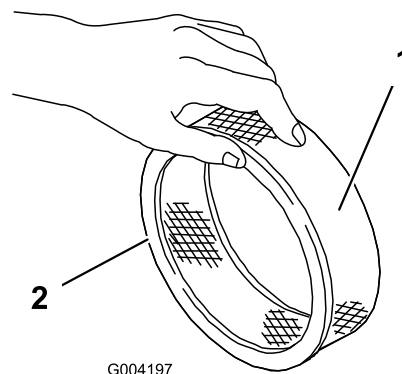

Figure 19
5. Vérifiez que l'élément en papier n'est pas déchiré ou couvert d'une pellicule grasse, et que le joint de caoutchouc n'est pas endommagé (Figure 19).
1. Glissez délicatement le préfiltre en mousse sur l'élément en papier (Figure 19).